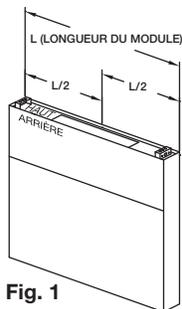

Fig. 1
2. Si le plénum d'apport arrière doit avoir une ouverture, découper l'ouverture de manière à la centrer à la moitié de la longueur ( $L/2$ ) de l'extrémité du plénum. (Fig. 1)